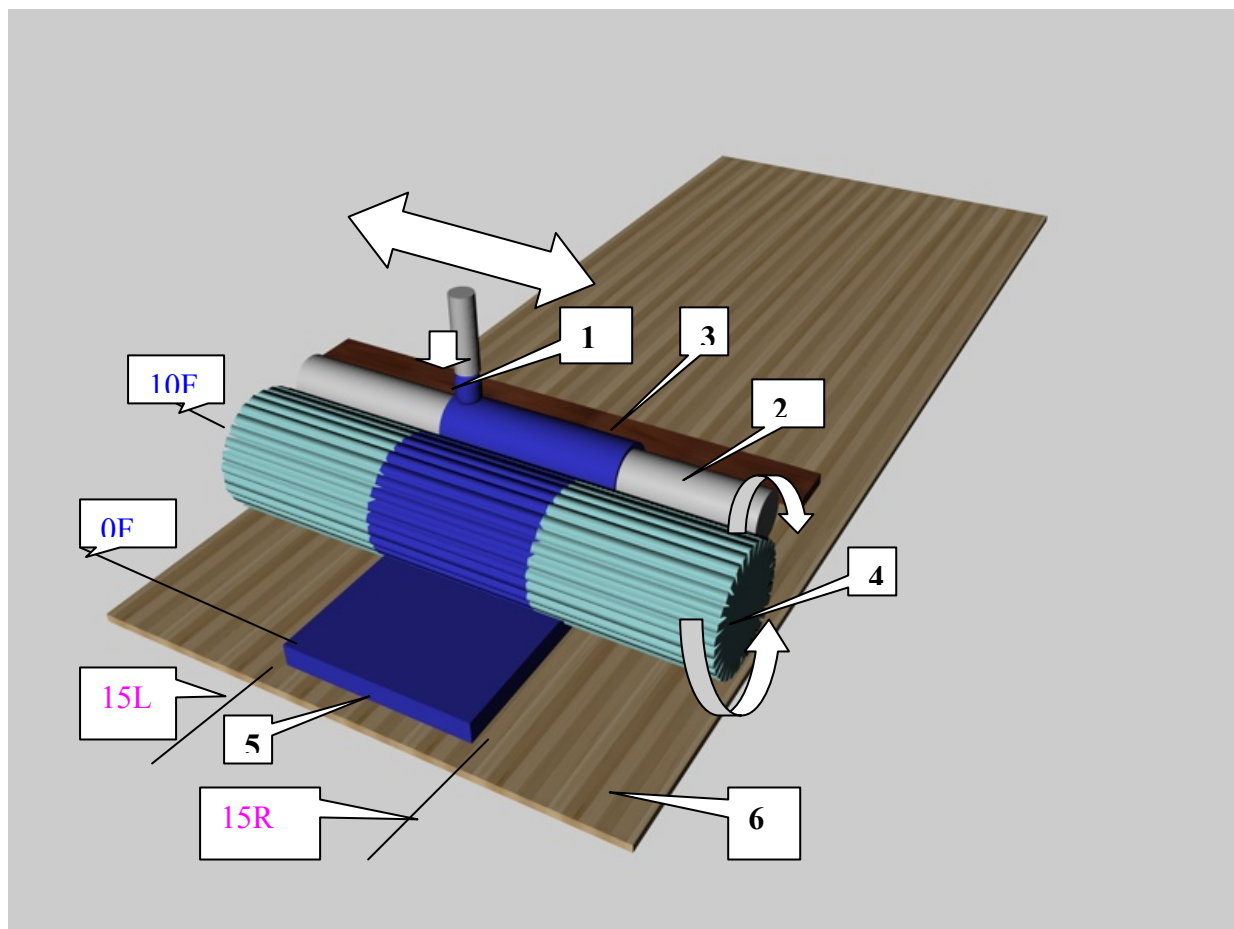
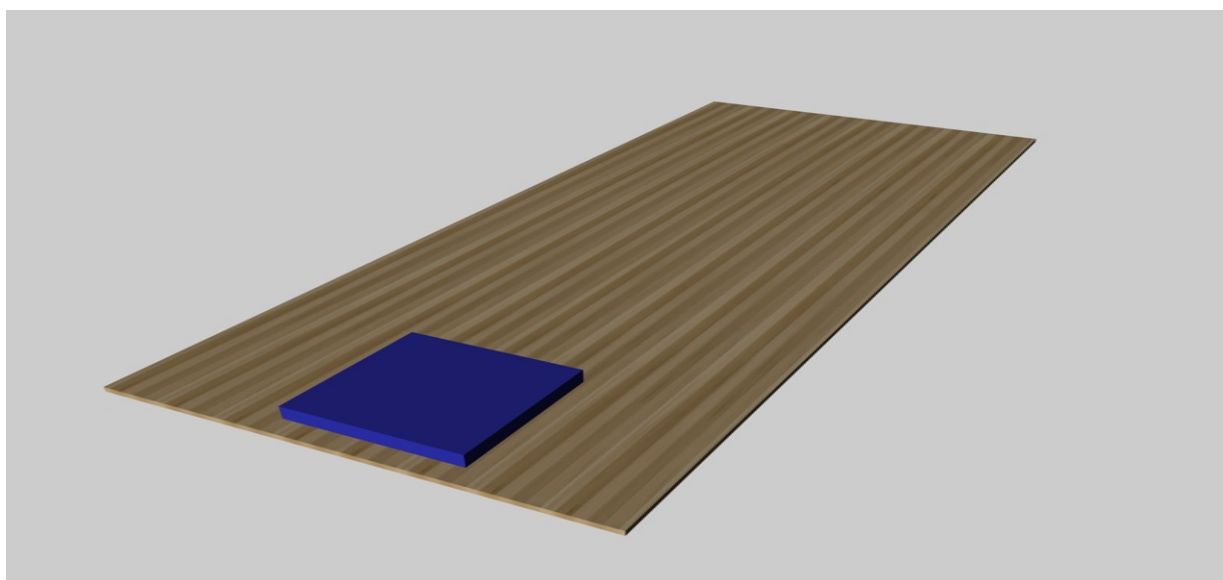
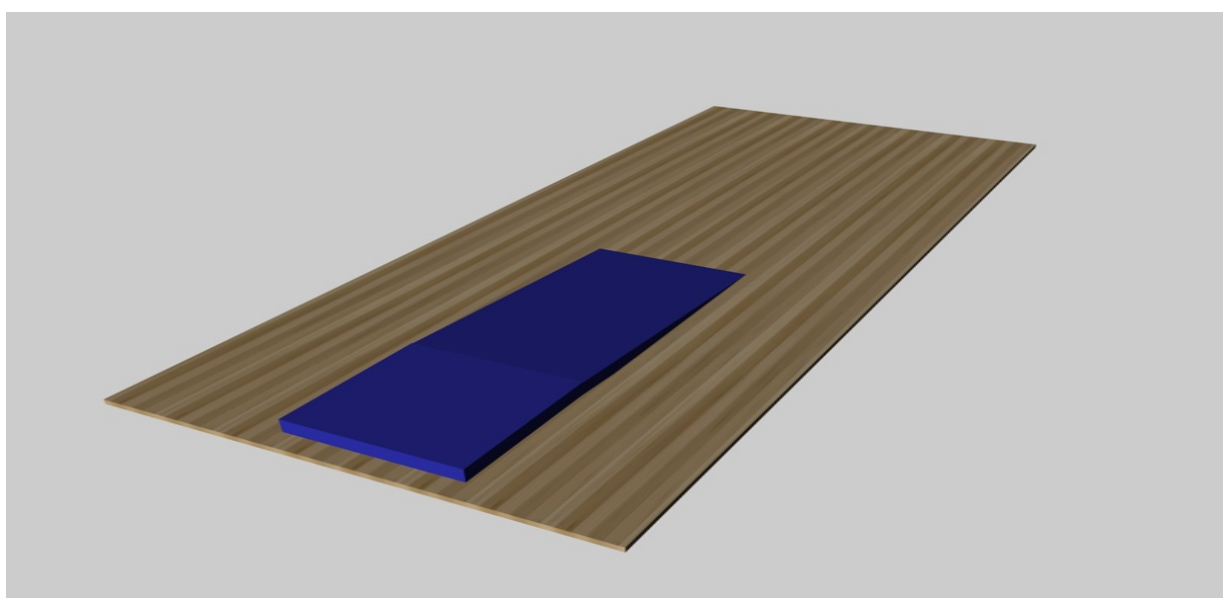

Рисунок 1.
Рисунок 3.
Рисунок 4.
Допустим, мы планируем нанести масло на поверхность дорожки с 15L (15 левая доска) по 15R (15 правая доска) на расстоянии от линии фола (линии заступа) на 10 футов (3048 миллиметров) (рис.1). Необходим ещё один параметр, а именно какое количество масла хотим нанести на этот участок в миллилитрах. На самом деле предусмотрено программное обеспечение, которое автоматически рассчитает количество выпускаемого масла, необходимо задать только скорость движения машины на этом отрезке.
И так, устанавливаем машину на дорожку и запускаем, что происходит? Масленный насос (рис.1) начинает качать, передавать масло в инжекторную головку (1), головка начинает ориентироваться и передвигаться вдоль вала в район 1L-1R досок. Компьютерная система следит за движением и ориентацией головки. В момент, когда головка проходит участок от 15L-15R доски происходит выброс масла на вал (2). Вал имеет вращение почасовой стрелки и специальную шероховатость. Далее находится устройство (3), выравнивающее масло на валу. Это металлические пластины длиной не более 10 см. имеющие на кромке специальный материал в виде фетра. Пластины прижаты к валу. С вала переносится масло (5) на поверхность дорожки при помощи так называемой буферной щетки (4), которая имеет вращение и отпускается на поверхность дорожки. Машина начинает движение. Мы можем оборвать наш слой масла (рис. 3), при этом машина, продолжая движение, поднимет буферную щетку, а можем поставить иную задачу. Прекратить подавать масло на 10 футах и продолжать движение по дорожке (рис.4), не поднимая буферную щетку, тем самым как бы растаскивая остаток масла на щетке по дорожке. Приблизительно у нас получится слой похожий на горку.